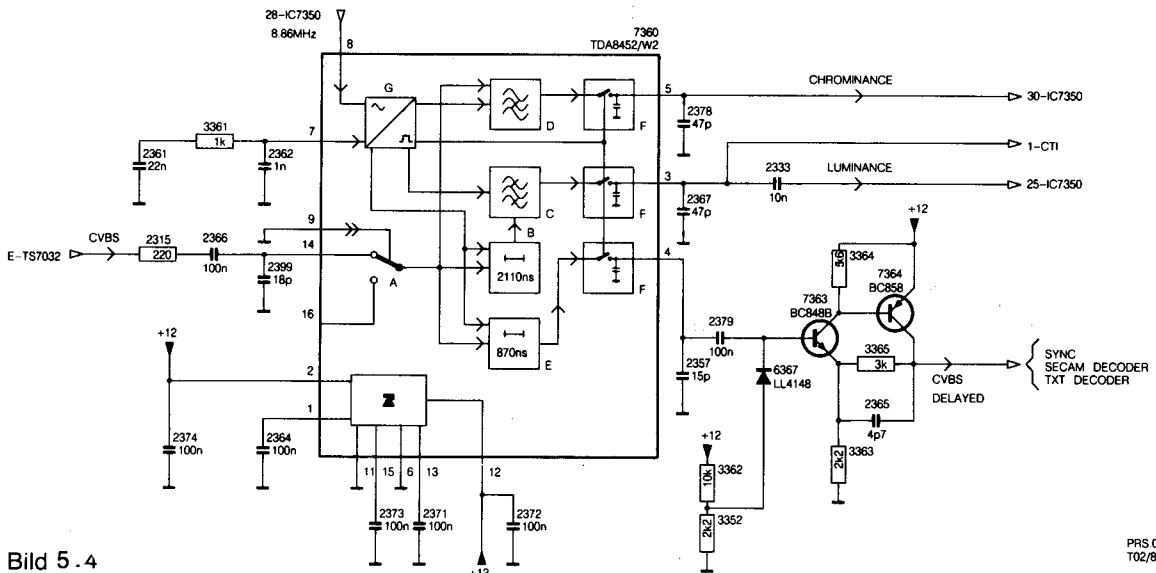

Bild 5.4
5.3 Das Luminanz- und Chrominanzfilter (Bild 5.4)